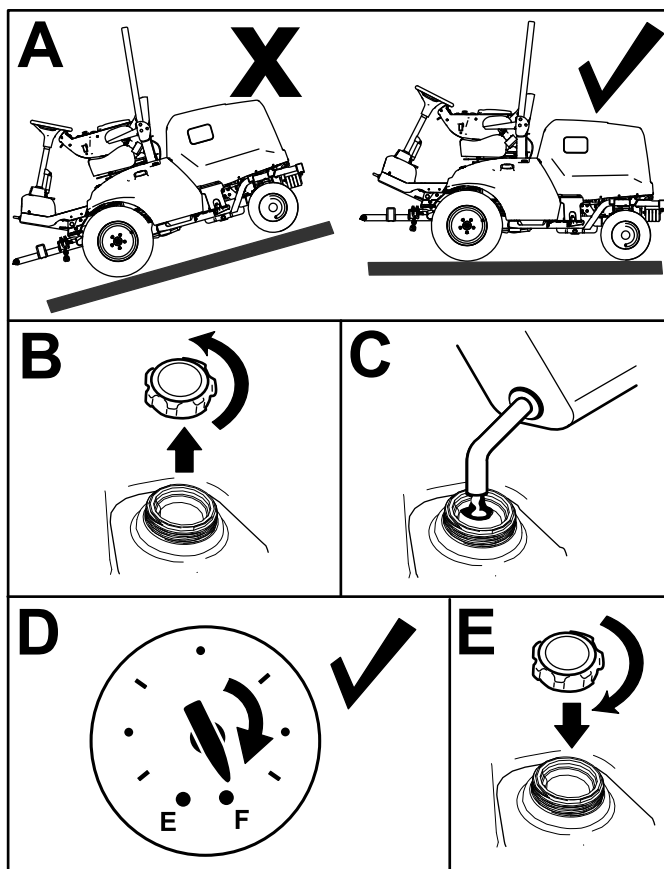

図 28
- 平らな場所に駐車し、駐車ブレーキを掛け、エンジンを停止し、キーを抜き取る **図 28**。